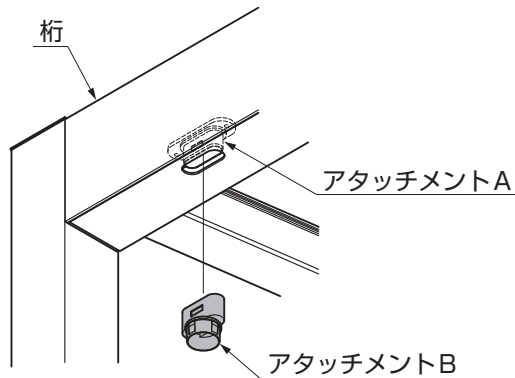

図9-1
- ①アタッチメントBをアタッチメントAにはめ込んでください。(図9-1参照)